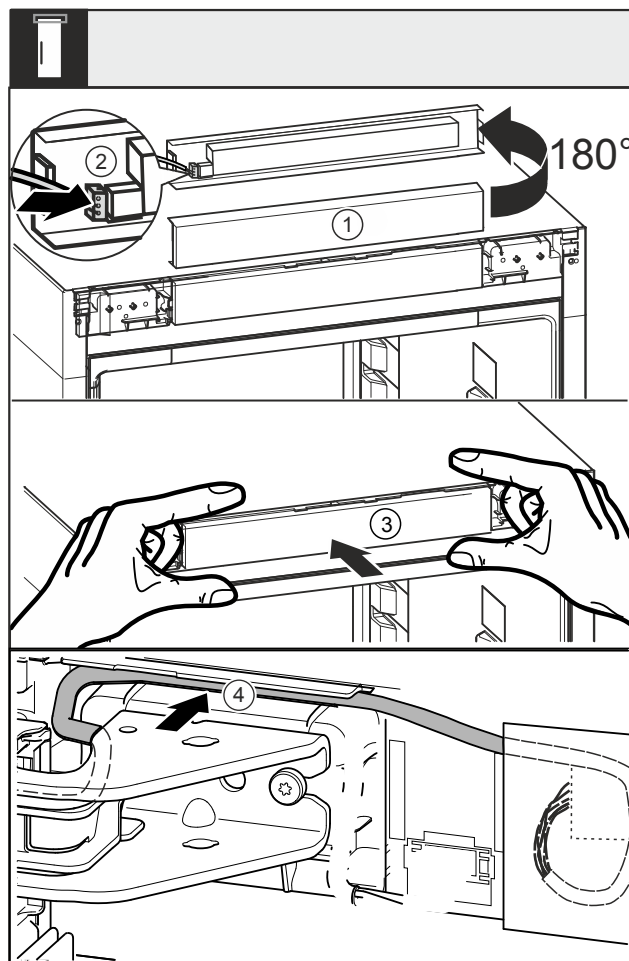

Fig. 47
- Záslepku Fig. 47 (1) otočte nahoru o 180°.
- Zástrčka Fig. 47 (2) zacvakne do panelu.
- Nasadíte záslepku Fig. 47 (3) zpět na spotřebič.
- Kabel opatrně položte ve vedení Fig. 47 (4) nad horním stojanem ložiska.